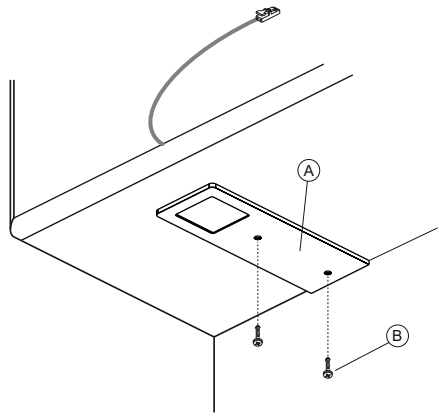
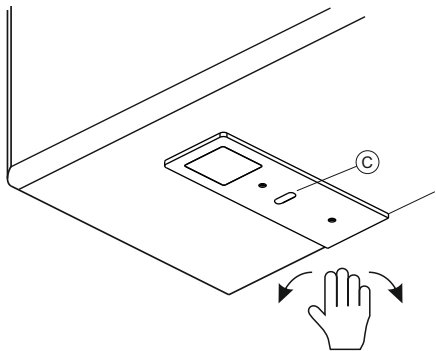

Fig 1
Fig 3
- Fix the screws (B) supplied in the holes of the unit (A) as indicated in Fig. 1,2.
- Connect the spotlights to the adaptor and using the extensions provided in the pack (D) following the wiring diagram 4.
- Connect the feeder plug (E) to an AC outlet 230V 50/60Hz.
**POLAR D-MOTION SMDL VERSION OPERATION (fig.3):**
Move the hand quickly across the sensor (C) 3 times (fig.3), with the lamp on, to select the required colour temperature.
- Fixieren Sie die mitgelieferten Schrauben (B) in den Bohrungen der Leuchten (A), wie in Abbildung 1,2 angegeben.
- Verbindung der Strahler mit einem Verlängerungskabel siehe (D) mit den Steckerteilen (siehe Anschlussplan) 4.
- den Stecker (E) des Konverters an einer Wechselstrom-Steckdose anschließen 230V 50/60Hz.
**FUNKTIONSWEISE POLAR D-MOTION SMDL (Abb.3):**
**POLAR D-MOTION SMDL** verfügt über eine Lichtquelle mit 2 wählbaren Farbtemperaturen. Um diese Auswahl zu treffen, wie folgt vorgehen: Bei eingeschalteter Lampe 3 schnelle Handbewegungen vor dem Sensor (C) (abb.3) ausführen. Auf diese Weise kann die gewünschte Farbtemperatur ausgewählt werden.
- Visser les vis (B) fournies dans les orifices de l'appareil (A), comme indiqué sur la figure 1,2.
- Effectuer le branchement électrique des spots à l'alimentateur au besoin en utilisant les rallonges fournies en dotation (D) en respectant le schéma de connexion 4.
- Raccorder la fiche (E) du câble d'alimentation du transformateur à une prise de courant alternatif 230V 50/60Hz.
## FONCTIONNEMENT POLAR D-MOTION SMDL (fig.3)
Effectuer 3 mouvements rapides de la main devant le capteur (C) avec lampe allumée (fig.3), ce qui permettra de sélectionner la température de couleur souha
- Efectúe la conexión eléctrica de los focos al alimentador utilizando si es necesario los cables alargadores suministrados (D), respetando el esquema de conexión 4.
- Conecte la clavija (E) del cable de alimentación del transformador a una toma de corriente alterna 230V 50/60Hz.
**FUNCIONAMIENTO POLAR D-MOTION SMDL (fig.3)**